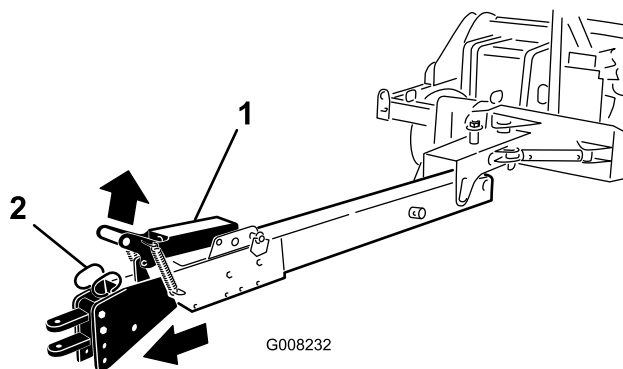

図 22
- ・ ラッチ・ハンドルを持ち上げる (図 22)。
- ・ ヒッチ・アセンブリがロック位置にはまり込むまで、ワークマンをゆっくりと前進させる (図 22)。
7. 牽引ヒッチを縮めるには、ラッチ・ハンドルを持ち上げ、ヒッチ・アセンブリがロック位置にはまり込むまでワークマンをゆっくりと後退させる (図 22)。